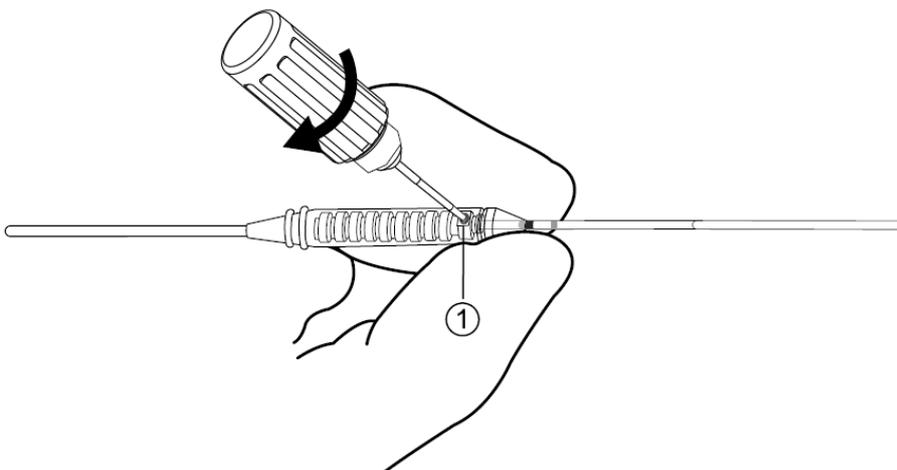

Figura 20. Apriete del tornillo de fijación de la extensión usando la llave dinamométrica.
① Marca de inserción parcialmente visible.
3. Utilice la llave dinamométrica para apretar el tornillo de fijación y sujete el bloque de conexión con tornillo de fijación firmemente entre el pulgar y el índice para dar soporte al cuerpo del electrodo y estabilizar el bloque de conexión con tornillo de fijación (Figura 20).
4. Apriete el tornillo de fijación en el anillo de fijación del tornillo de fijación girando la llave dinamométrica en el sentido de las agujas del reloj (Figura 20).